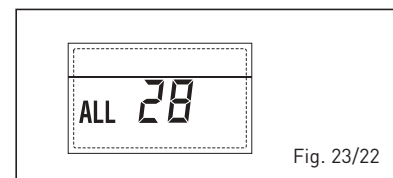

Fig. 23/22
– **ANOMALÍA NUMERO DE TARJETA CONECTADOS “ALL 29” (fig. 23/23)**